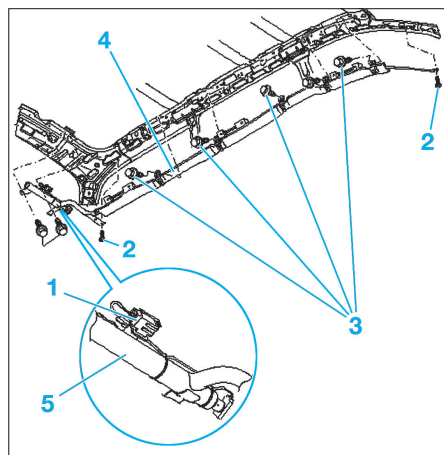

Fig. 8
- Débrancher le connecteur (1) (Fig.8).